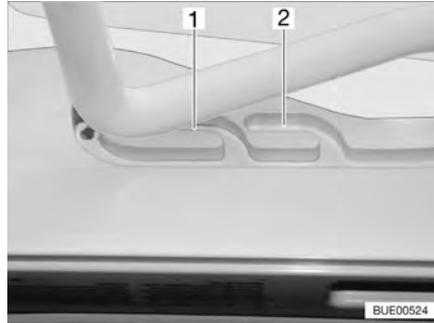
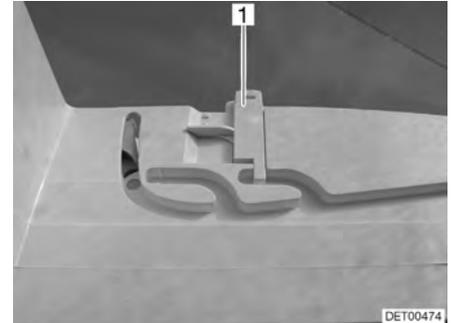

Bild 61 Heki-Dachhaube in Lüftungsstellung
Bild 62 Verriegelung Lüftungsstellung
Die Heki-Dachhaube kann in zwei Lüftungsstellungen gebracht werden: Schlechtwetterstellung (Bild 61,1) und Mittelstellung (Bild 61,2). Je nach Modell kann die Dachhaube in der Mittelstellung mit dem Riegel (Bild 62,1) verriegelt werden.
- Den Bügel leicht nach oben drücken und in die gewählte Führung (Bild 61,1 oder 2) schieben und ggf. verriegeln.